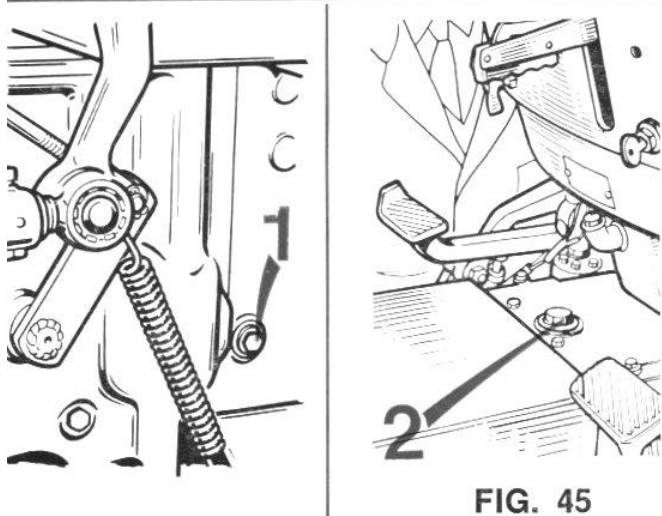

FIG. 45
Vidanger la boîte de vitesses par le bouchon (3) en ouvrant le bouchon de niveau (1) fig. 45 pour favoriser l'écoulement.
Faire le plein de la boîte de vitesses par le bouchon (2) fig. 45 à l'aide de 17 litres d'huile